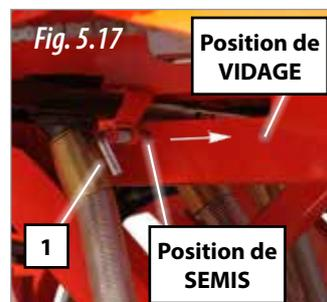

Fig. 5.17
- 1- Retirez les barres de buses, pour cela, les gâchettes (1, Fig. 5.17.) doivent être placées en position de vidange.